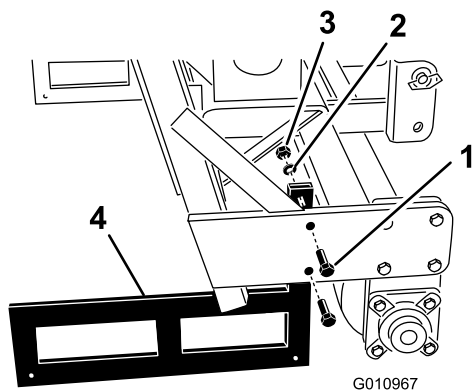

Рисунок 34
- Отверните болты, снимите стопорные шайбы и гайки, которые крепят подставки для хранения на каждом конце аэратора (Рисунок 34).